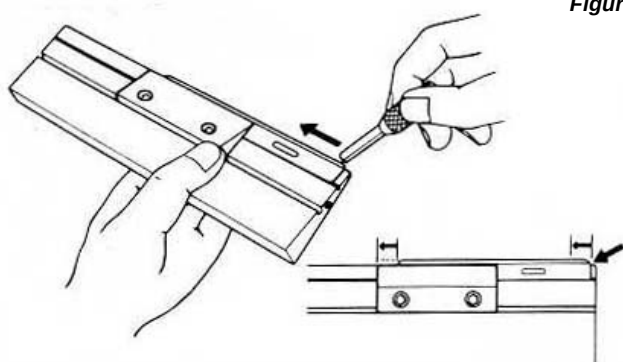

Figura 5
5) Aggiustare la posizione della lametta con il cacciavite come illustrato nella figura 5.